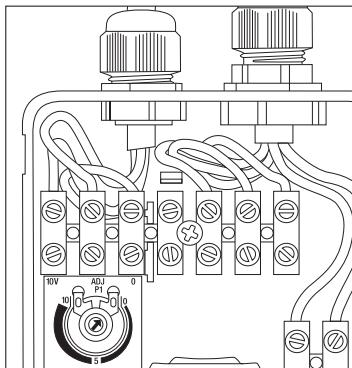

Bild 1
- Varvtsreglering av EC-motor kan göras med den inbyggda potentiometern – 0-10 V. Bild 1 & 2